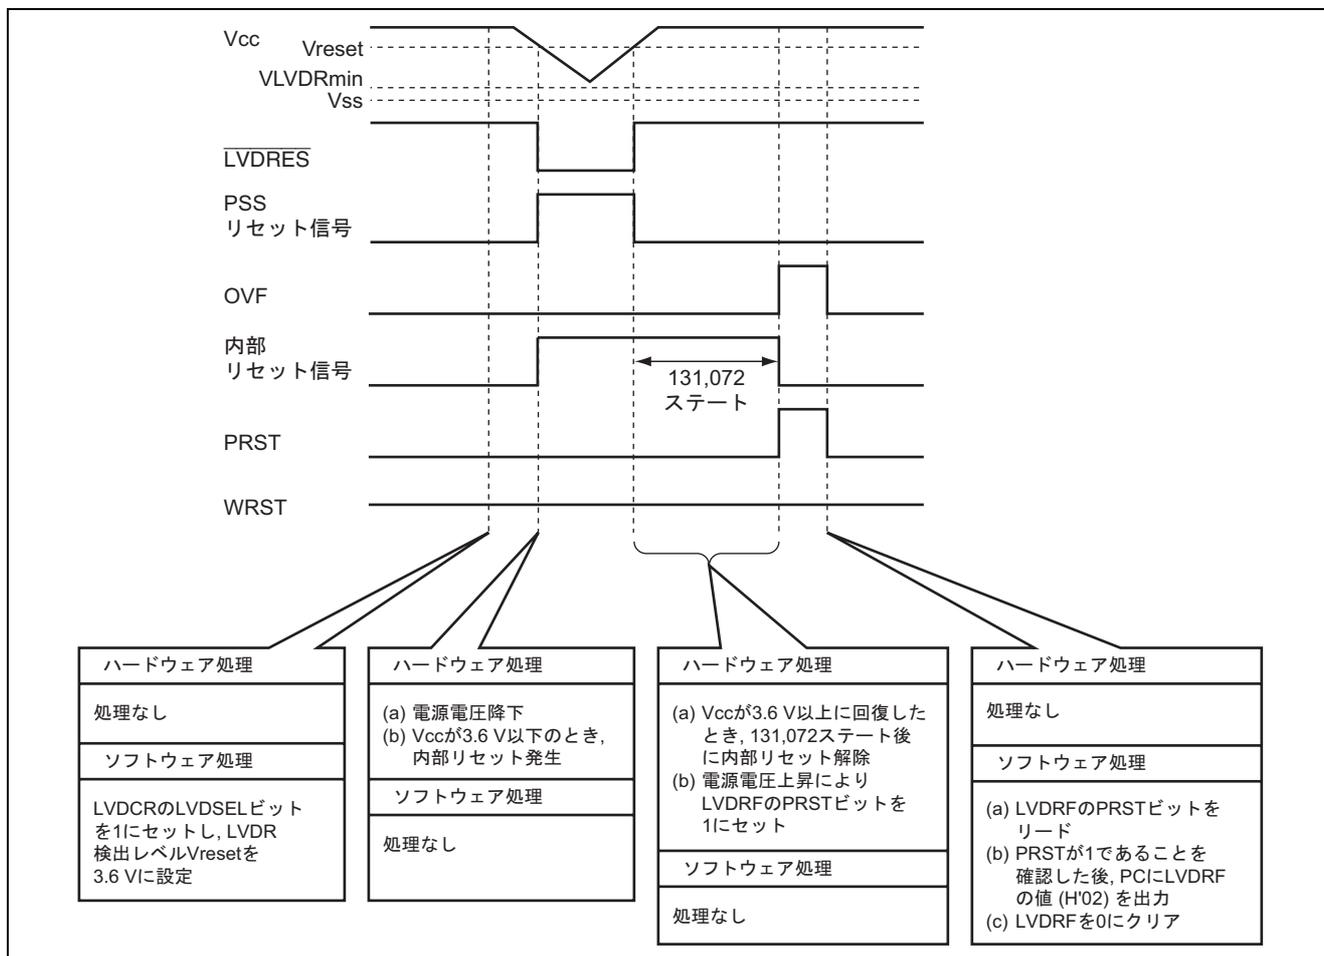

図5 低電圧検出リセット回路の動作説明
2. 図5に低電圧検出リセット (LVDR) 回路の動作説明を示します。図5に示すようなハードウェア、ソフトウェア処理により、LVDRが発生したとき、リセット解除後にLVDRFレジスタをリードすることにより、リセットの要因を判別します。